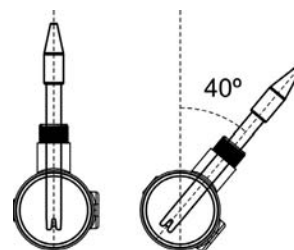

Fig. 3
4. Installare sempre le sonde di pH/ORP di preferenza in verticale o con un'inclinazione massima di 40° (fig. 3).